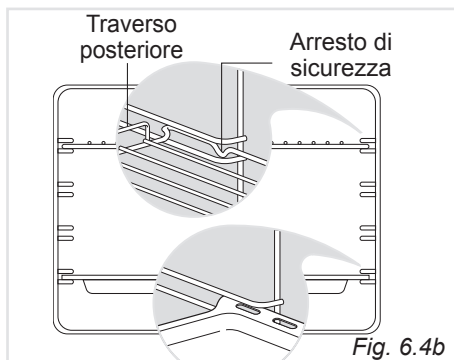

Fig. 6.4b
- Infilare in mezzo alle guide dei telai laterali la leccarda e la griglia come in (fig. 6.4b).